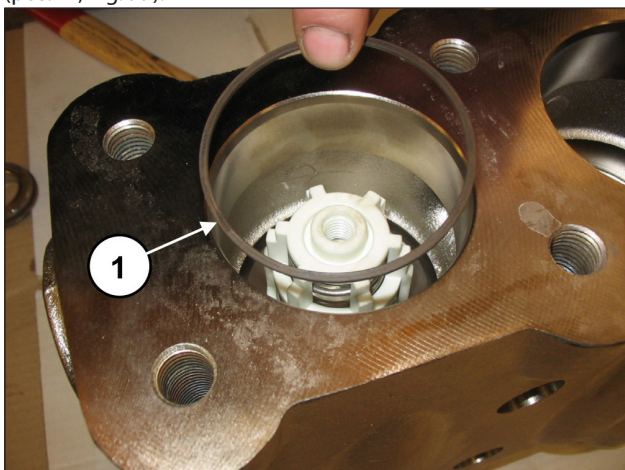

Fig. 99
Introducir la anilla anti extrusión, pos. dibujo desglosado 16 (pos. ①, Fig. 99).